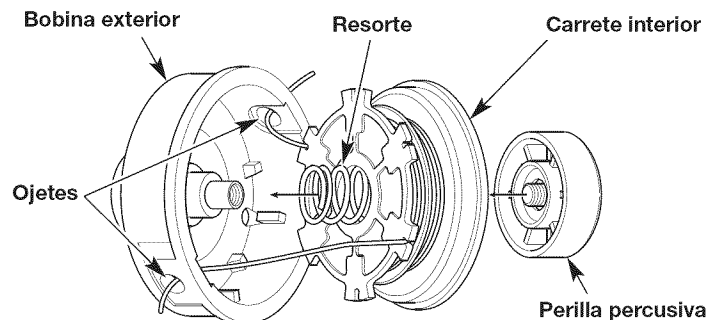

Fig. 15
1. Pase los dos extremos de línea a través de los ojetes de la bobina exterior. Ponga el resorte dentro del carrete interior. Inserte el carrete interior en la bobina exterior. Empuje a la vez el carrete interior y la bobina exterior (Fig. 15).